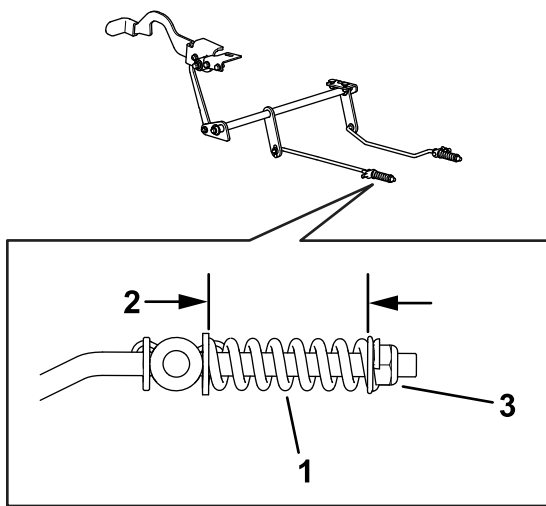

Figura 61
8. Compruebe la longitud de ambos muelles, como se muestra en la Figura 61. Si es necesario ajustarlos, gire la tuerca de retención del muelle en sentido horario para acortar el muelle y en sentido antihorario para alargarlo. Repita el paso 6.